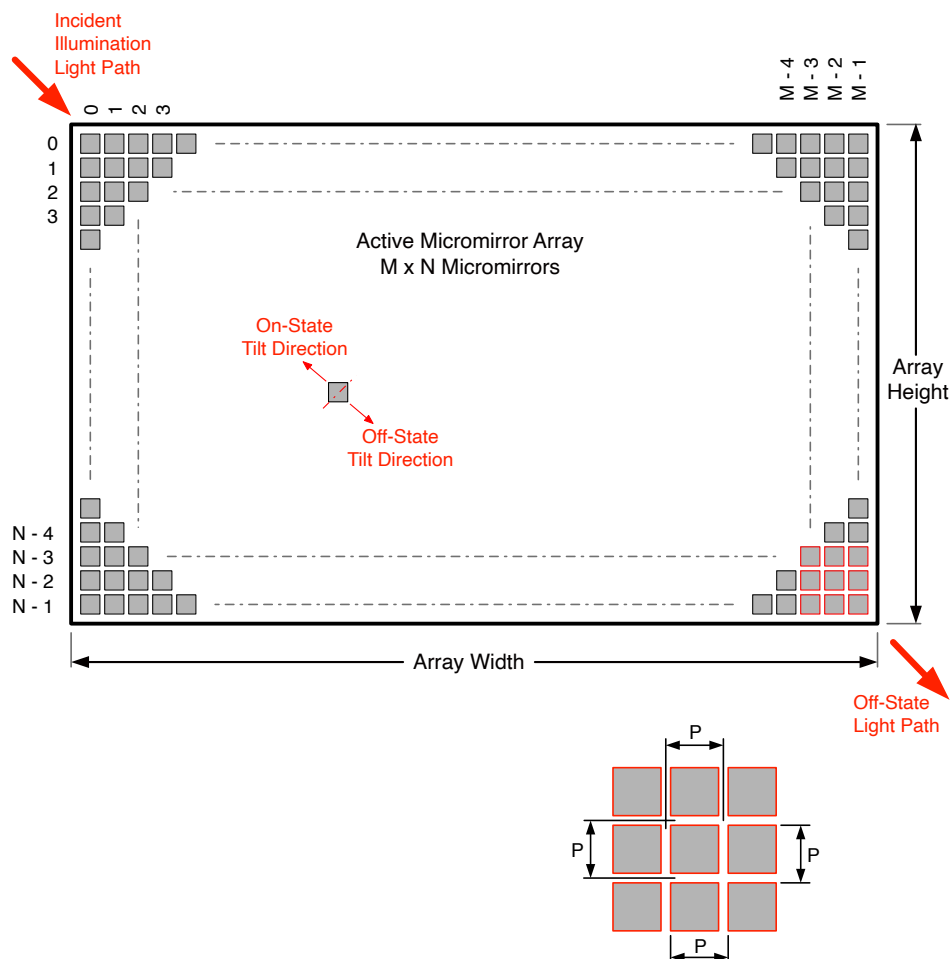

図 5-15. マイクロミラー アレイの物理特性
(1) 図 5-15 を参照してください。
(2) アクティブ アレイの周囲にある境界の構造と品質には、マイクロミラーの池 (POM) と呼ばれる、部分的に機能するマイクロミラーのバンドが含まれています。これらのマイクロミラーは構造的および / または電氣的に、明るい状態またはオン状態へ傾けることを防止しますが、オフ状態へ傾けるには電氣的バイアスが必要です。